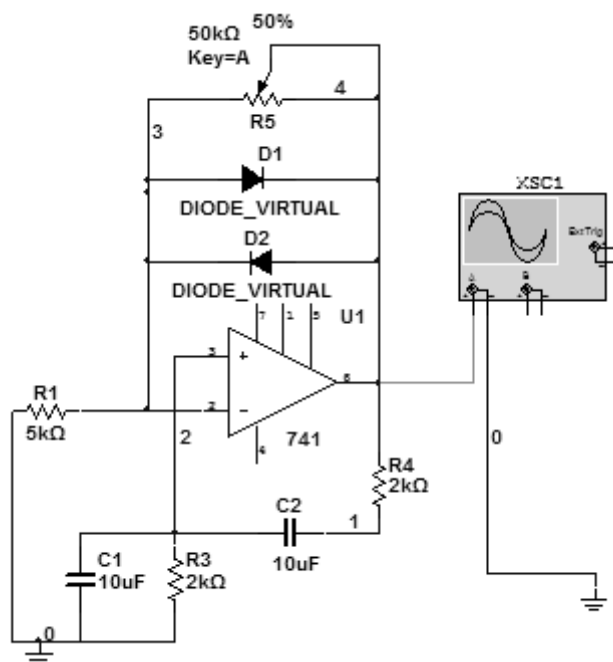

Рис. 3
5.14. В папке «электронная техника» и открыть файл «Генератор 1 на ОУ .ms 10» (рис. 3).